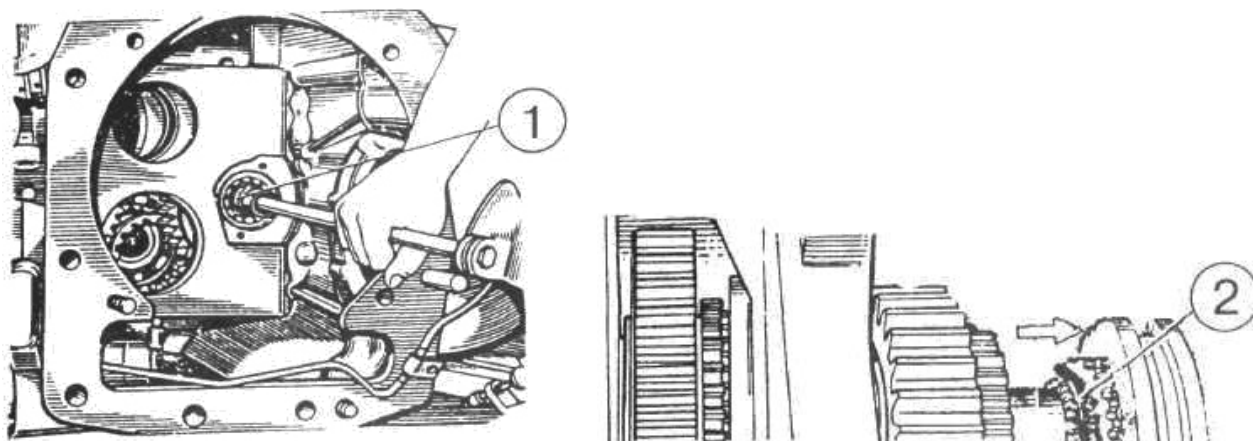

Рисунок 4.55
5) выбейте вал (1) (рисунок 4.55) так, чтобы снять стопорное кольцо (2);